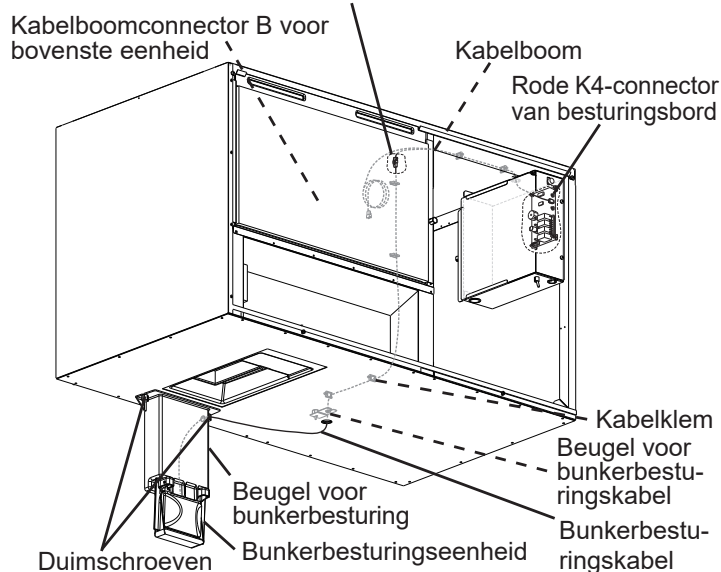

Afb. 3
- b. Verwijder de duimschroef en bunkerbesturingseenheid uit de binnenkant van de ijsmachine. Zie afb. 3.